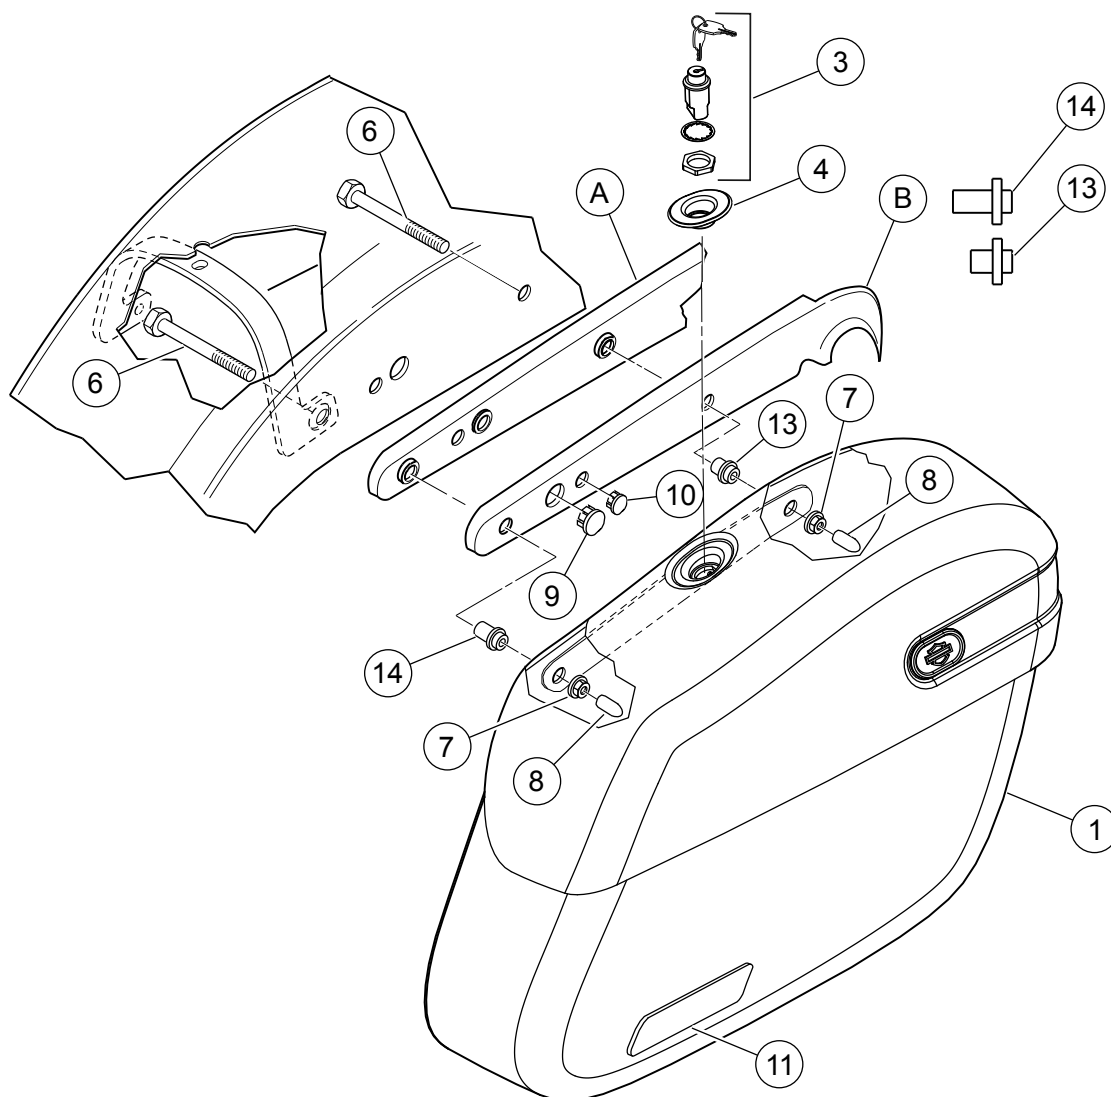
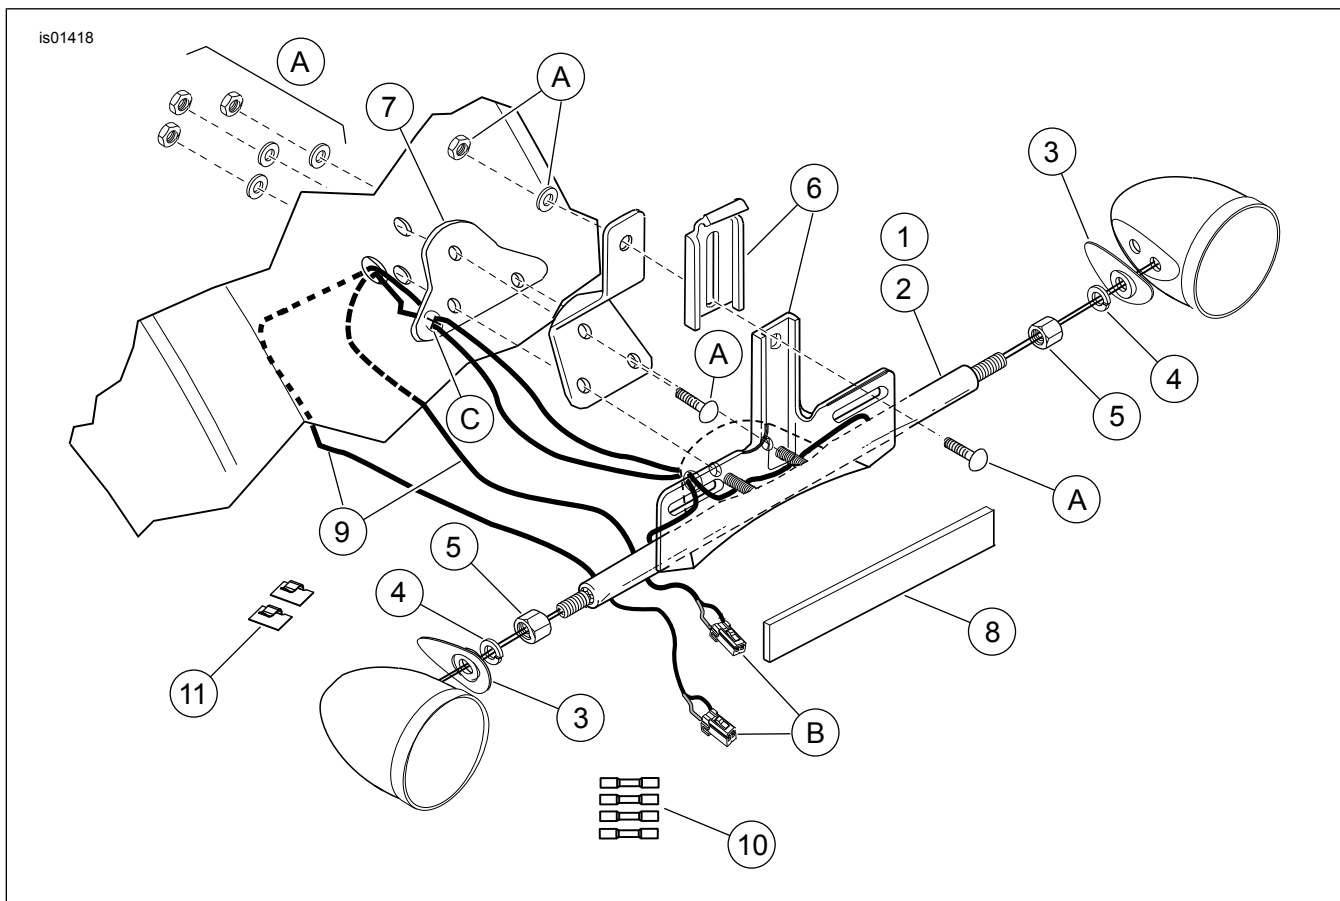

Figura 5. Peças de reposição: kits de alforje Sportster com couro rígido
Figura 6. Peças de reposição: kits de alforje Sportster com couro rígido
Veja a Figura 5, a Tabela 1 e a Figura 6, Tabela 2.
1. Veja a Figura 6. Remova o suporte existente da placa de identificação do pára-lama, observando como o conjunto é montado. Descarte o suporte da placa de identificação, mas guarde as ferragens restantes para a instalação do novo suporte da placa de identificação fornecido no kit.
1. Veja a Figura 5. Na parte inferior do pára-lama, instale dois parafusos (6) do kit através do pára-lama, no suporte e na tampa do pára-lama, de onde os dois parafusos foram removidos anteriormente.
2. Com a extremidade curta das buchas voltada para fora, instale a bucha curta (13) no parafuso dianteiro e a bucha comprida (14) no parafuso traseiro. Deslize o alforje nos parafusos até que as buchas fiquem assentadas em seu suporte. Aperte as contraporcas flangeadas (7) nos parafusos na parte interna do alforje. Aperte ambas as contraporcas flangeadas com torque de 33 a 37 N·m (24 a 27 lb·pé). Instale a tampa de proteção da rosca (8) nas extremidades dos parafusos.